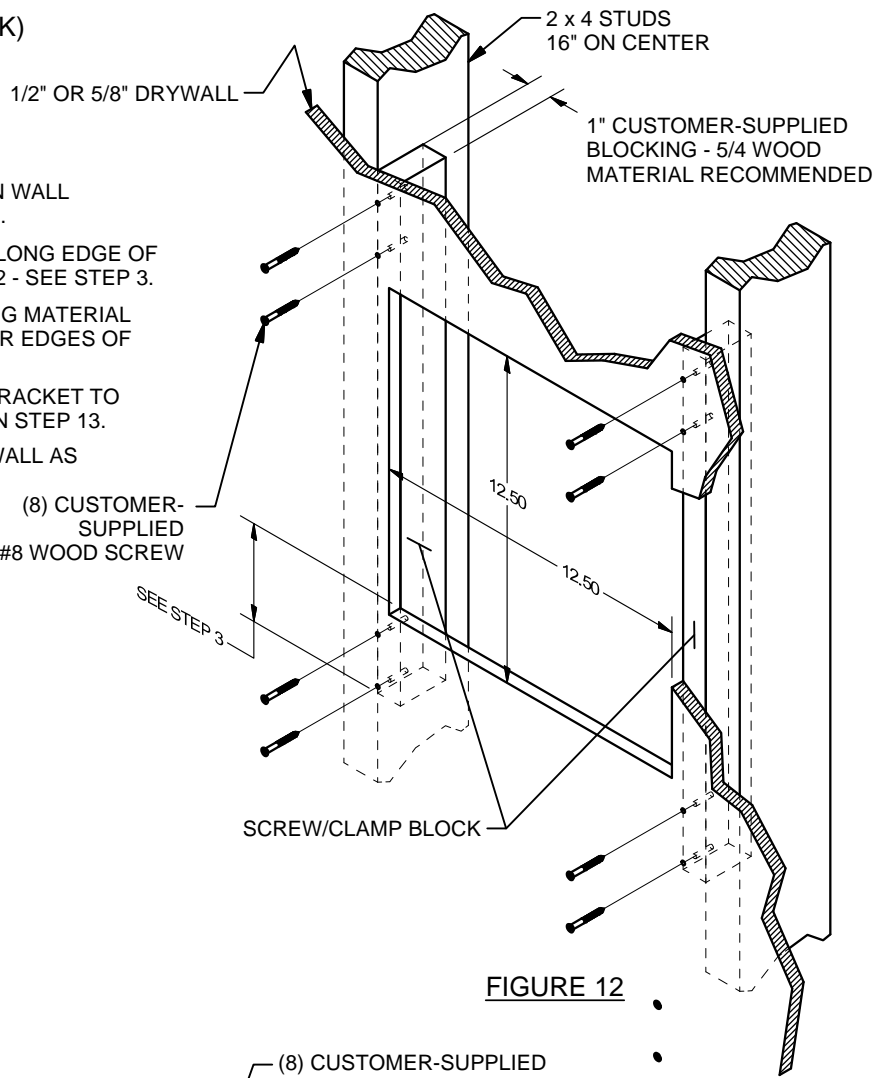

FIGURE 12
2. INSTALL SCREW/CLAMP BLOCK ALONG EDGE OF CUT-OUT AS SHOWN IN FIGURE 12 - SEE STEP 3.